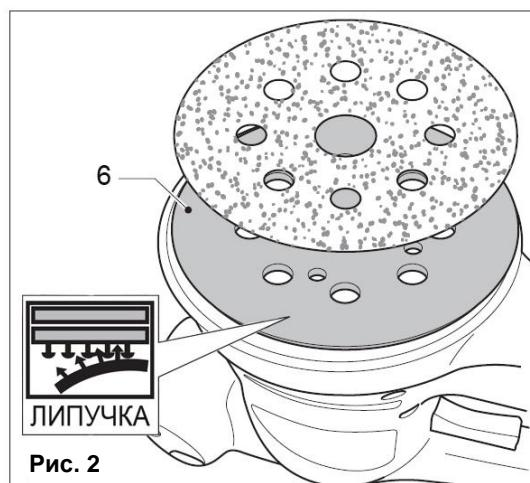

Рис. 2
- Подцепите край шлифовального диска, и движением руки вверх, рассоедините «липучку». Удалите использованный шлифовальный диск (См. Рис.2).